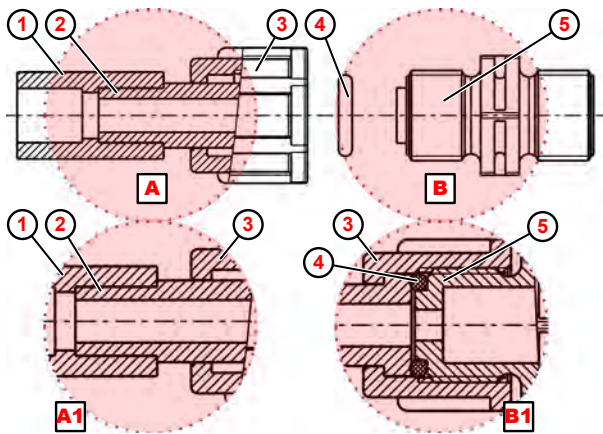

Fig. 10: Conexión de tubo con unión soldada
1. ➤ Soldar la unión soldada ( Fig. 10 , ① ) con la conexión de manguera.
2. ➤ Colocar la junta tórica ④ en la ranura de la válvula de descarga o aspiración ⑤ .
3. ➤ Apretar la tuerca de unión ③ (detalle ⓑ1).